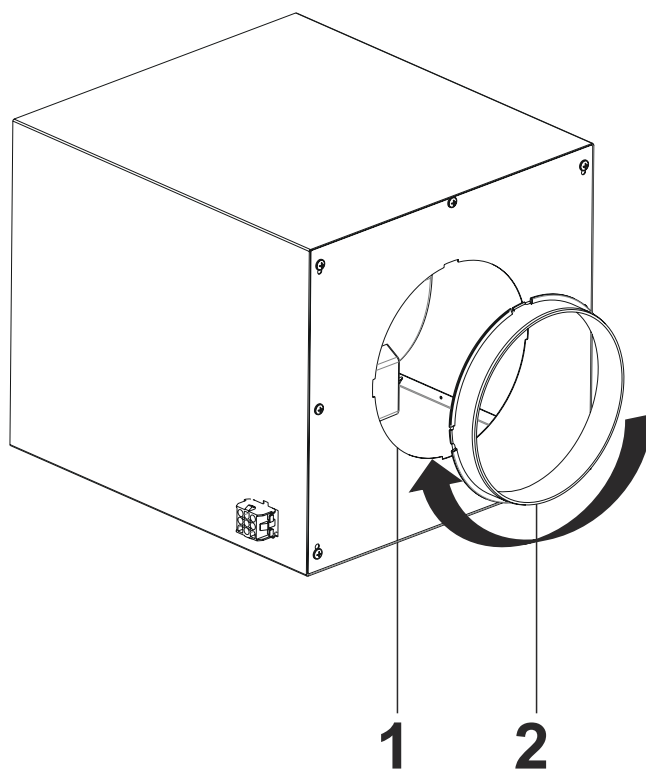

Fig. 25
6. ➔ Sæt ø150mm aftræksstuds ind i det runde hul og drej den fast i urets retning. (Fig. 25).